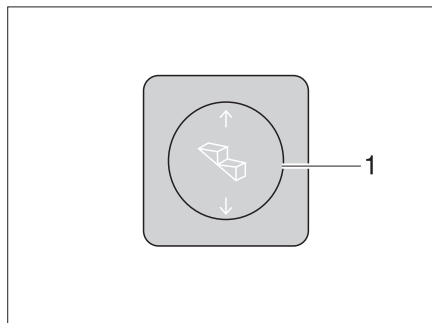

Bild 9 Bedienschalter Eintrittstufe
**Ausfahren:** ■ Wippschalter (Bild 9,1) unten drücken, bis die Eintrittstufe vollständig ausgefahren ist.
**Einfahren:** ■ Wippschalter (Bild 9,1) oben drücken, bis die Eintrittstufe vollständig eingefahren ist.